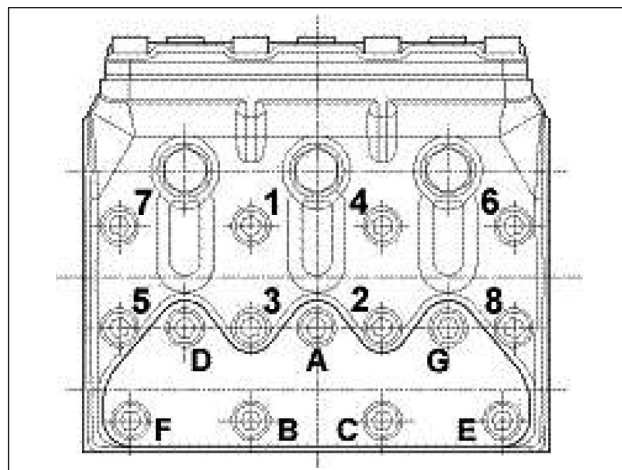

Abb. 25
* Die Befestigungsschrauben des Pleueldeckels müssen unter Berücksichtigung der Phasen auf Seite 36 angezogen werden. ** Die Befestigungsschrauben des Kopfs müssen mit einem Drehmomentschlüssel und durch Schmieren des Gewindenschafts gemäß der Reihenfolge in Abb. 25 festgezogen werden. *** Die Befestigungsschrauben der Ventildeckel müssen mit einem Drehmomentschlüssel und durch Schmieren des Gewindenschafts gemäß der Reihenfolge in Abb. 25 festgezogen werden. **** Die Befestigungsschrauben des Flanschs der 2. Zapfwelle muss mit einem Drehmomentschlüssel unter Verwendung von Loctite 243 Blau angezogen werden.